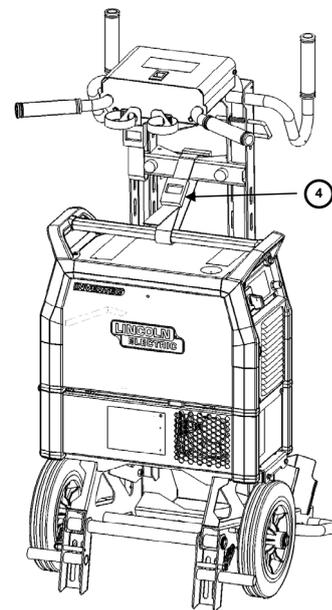

Figura 5
4. Utilize o cinto à volta da Pega e do Carrinho para finalizar a instalação. (Figura 5)